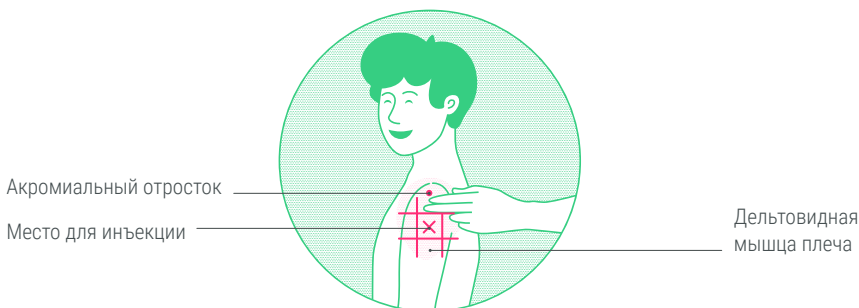

Рисунок 12 – Определение места инъекции в дельтовидную мышцу плеча
**Дельтовидная мышца на плече, рисунок 12.**